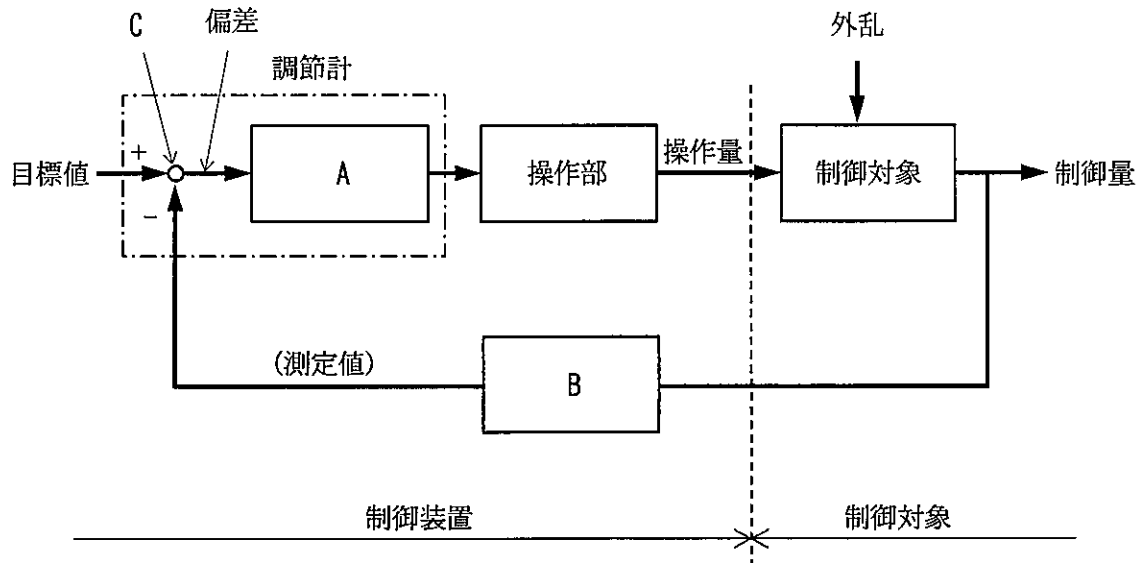

図 1 制御系の構成
(1) 温度制御及び流量制御の具体的な制御の仕組みを、図 1 のような構成で示して考える。
1) 図 1 のような構成の制御系では、系が安定しているときに目標値の変更や制御対象に外乱が与えられると、その影響で目標値と測定値の間に偏差が現われ、図中の A で示す 1 部は、それをなくす方向に操作部への制御出力を変化させ、操作部はそれを受けて制御対象への操作量を変化させる。その他、この制御系は、図中の B で示す 2 部、図中の C で示す 3 部などで構成されている。このような構成の制御系をフィードバック制御系と呼ぶ。
2) 図1のような制御系を構成する各部分について、信号の流れに重点を置いて図示したものを